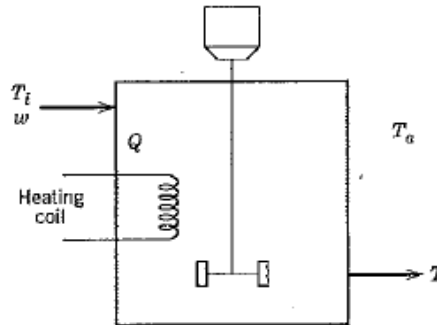

Figura 3 – reator CSTR da questão 3.
3) Um reator CSTR é aquecido através de uma corrente de fluido que passa através de tubos (Figura 3). A taxa de aquecimento e o volume do reator são constantes. Pede-se